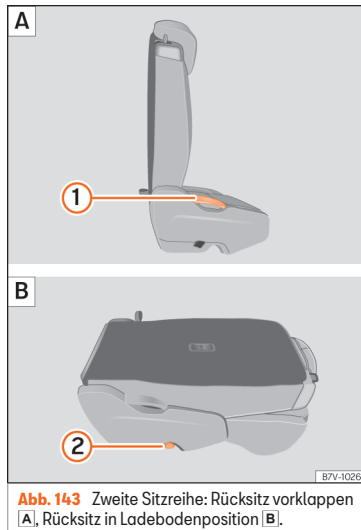

Abb. 143 Zweite Sitzreihe: Rücksitz vorklappen
- Hebel »» **Abb. 143** **1** nach oben ziehen und Rückbanklehne nach vorn klappen. Der komplette Rückbank klappt nach vorn »» **!**.
- Die nach vorn geklappte Rückbanklehne herunterdrücken, bis die Rückbanklehne in der Ladebodenposition eingerastet ist »» **Abb. 143** **B**.
- Hebel »» Abb. 143 ① nach oben ziehen und Rücksitzlehne nach oben in die aufrechte Position klappen. Der komplette Rücksitz klappt nach hinten.